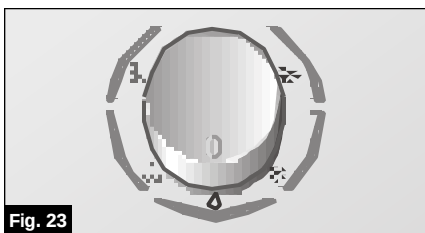

Fig. 23
- Selecione a função de desumidificação , no comando selector de funções, Fig. 23.